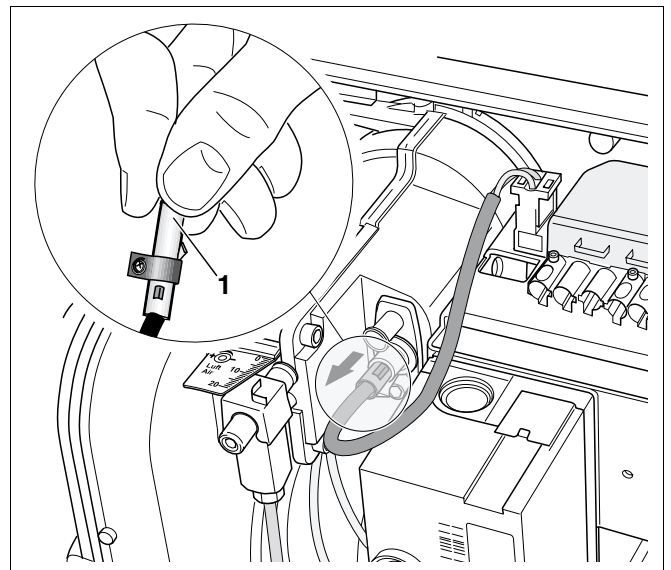

Fig. 21 Kontrol af fotocellens funktion
- Træk fotocellen ud af holderen med det dertil indrettede greb, mens brænderen kører (fig. 21).
- Dæk fotocellen til (fig. 21, **pos. 1**). Efter genstart skal brænderen slå fra på grund af driftsfejl.